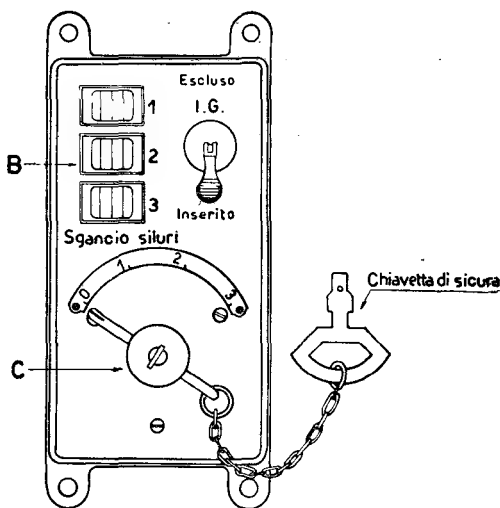

Fig. 77
— Un quadretto (13) sistemato sulla piantana (fig. 77), nella quale è incorporato l'interruttore generale I G, l'avvisatore di avvenuto sgancio mediante persiane « B »; del commutatore di predisposizione lancio « C ».